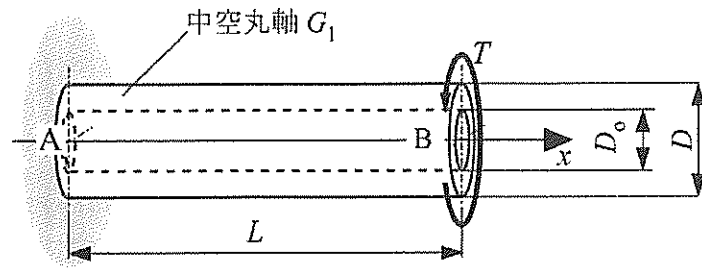

图 2-1
(2) 図 2-1 のように、中空丸軸の右端 B に大きさ T のねじりモーメントを与えた。中空丸軸の右端 B における左端 A に対するねじれ角の大きさを求めなさい。